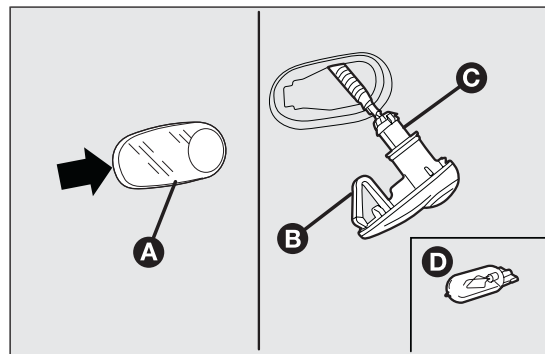

fig. 162
- ☐ agire sul trasparente A fig. 162 in modo da comprimere la molletta interna B, quindi sfilare il gruppo verso l'esterno;